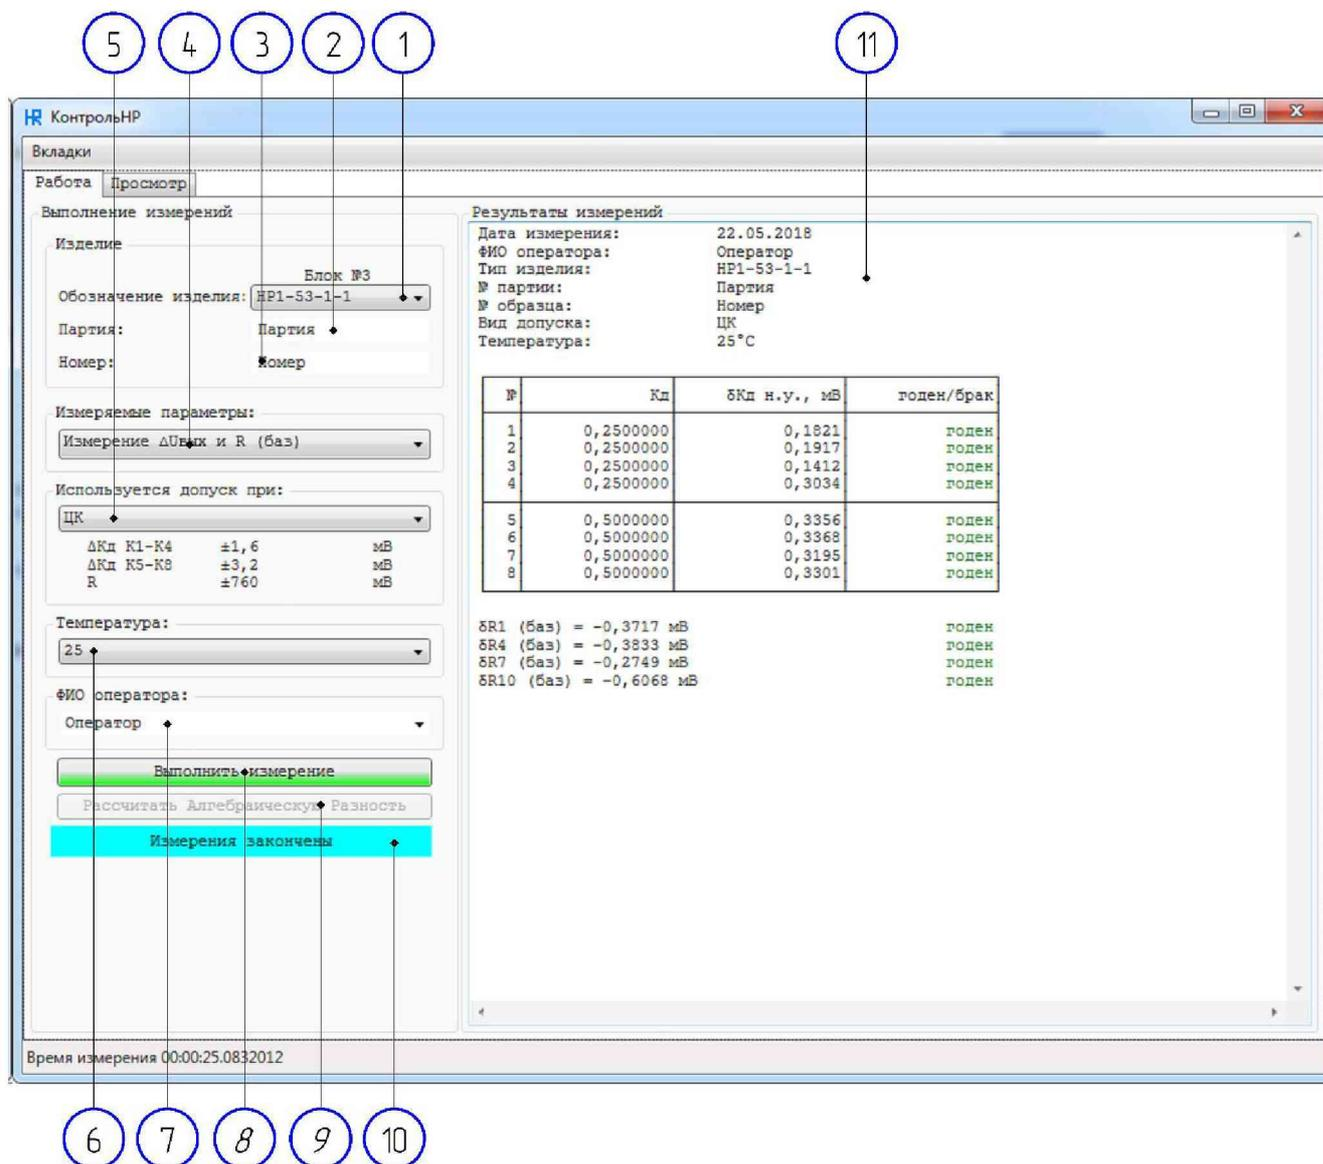

Рисунок 3
2.3.1.4 Выбрать обозначение изделия (Рисунок 3, выноска 1).
2.3.1.5 Внести информацию о партии изделия (Рисунок 3, выноска 2).
2.3.1.6 Внести информацию о номере изделия (Рисунок 3, выноска 3).
2.3.1.7 Выбрать измеряемые параметры (Рисунок 3, выноска 4).
2.3.1.8 Выбрать используемый допуск (Рисунок 3, выноска 5).
2.3.1.9 Выбрать температуру условий измерения (Рисунок 3, выноска 6).
2.3.1.10 Внести ФИО оператора (Рисунок 3, выноска 7).
2.3.1.11 Для запуска измерения нажать кнопку «Выполнить измерение» (Рисунок 3, выноска 8), во время измерения в области, обозначенной выноской 10 (Рисунок 3) будет отображаться информация о ходе измерения.
2.3.1.12 По истечении времени измерения в области, обозначенной выноской 11 (Рисунок 3), отобразятся результаты измерения погрешностей всех коэффициентов деления; Если выбраны измеряемые параметры «Измерение $\Delta U_{вых}$ и R(баз)», то в области, обозначенной выноской 11 (Рисунок 3) так же отобразятся результаты измерения сопротивлений базовых резисторов.
2.3.1.13 Для выполнения температурных расчетов необходимо произвести 2 соответствующих измерения при разных температурах, после чего нажать кнопку, обозначенную выноской 9 (Рисунок 3). Поиск и загрузка заданных файлов производится автоматически. После выполнения расчетов на мониторе компьютера появится окно, представленное на Рисунке 4. Структура полей Рисунка 4 аналогична структуре полей Рисунка 3.